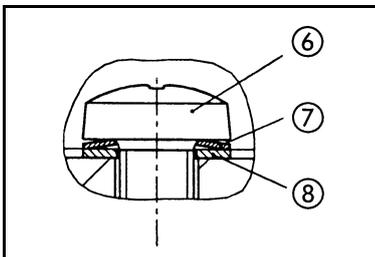

Abb. 16: Anordnung und Ausrichtung von Tellerfeder (7) und Scheibe (8) an Schraube (6)
2. Die drei Schrauben (6) der Kopfplatte (9) vorsichtig leicht handfest anziehen (Anzugsmoment: 0,6 Nm).
i Zur Anordnung und Ausrichtung von Tellerfeder (7) und Scheibe (8) der Schraube (6) siehe Abb. 16.
3. Kopfabdeckung (3) auf Pumpengehäuse (17) aufsetzen.
4. Die neun Schrauben (2) der Kopfabdeckung (3) zunächst leicht anziehen: zunächst die Schrauben der mittleren Pumpenstufe, dann die rechten und anschließend die linken Schrauben.
5. Nun die neun Schrauben (2) fest anziehen (Anzugsmoment: 6 Nm), dabei mit den inneren Schrauben beginnen und nach außen fortfahren.